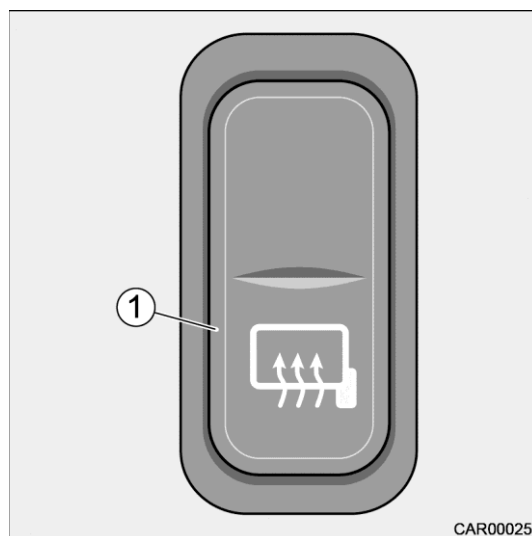

Fig. 52 Chauffage de rétroviseur e-line
1. Actionner le commutateur (Fig. 52/1).